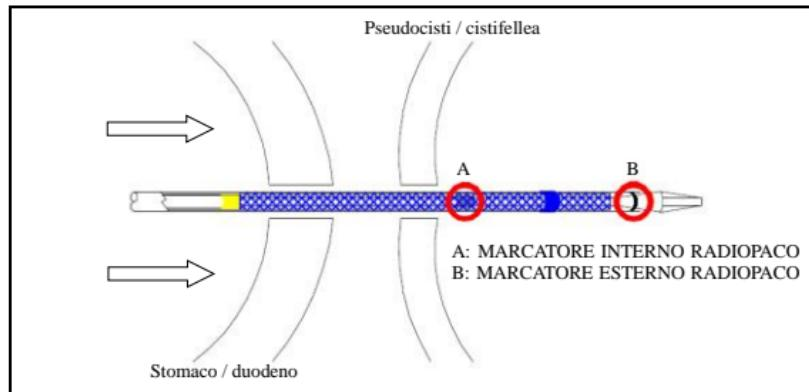

Figura 3
- Sotto guida fluoroscopica ed endoscopica, posizionare il sistema di rilascio con elettrocauterizzazione [HDS-10]. Il marcitore interno a raggi X (indicato con 'A' nella Figura 3) deve attraversare la parete di una pseudocisti o della cistifellea.